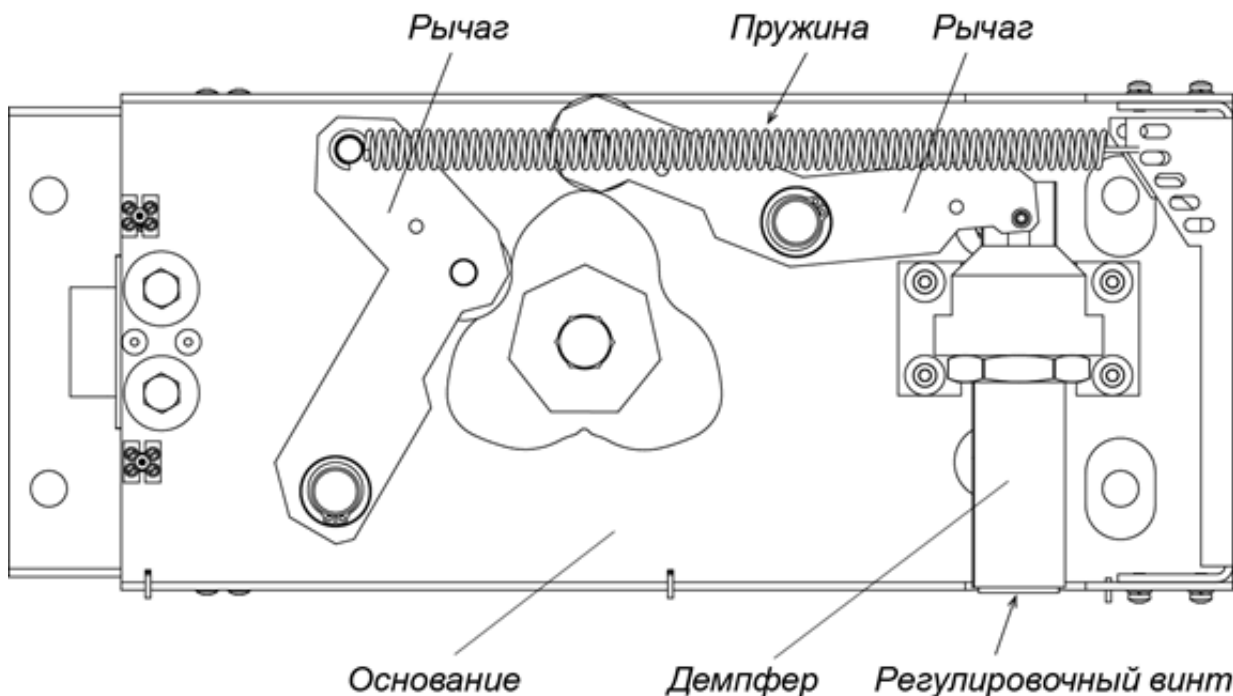

Рисунок 23. Демпфер турникета PERCo-RTD-20.2
1. Снимите крышку (10) с балки привода (9) (см. разд. 6).
2. Отверните шестигранным ключом SW1,5 стопорный винт регулировочного винта демпфера, расположенный на торце регулировочного винта (см. рис. 23).